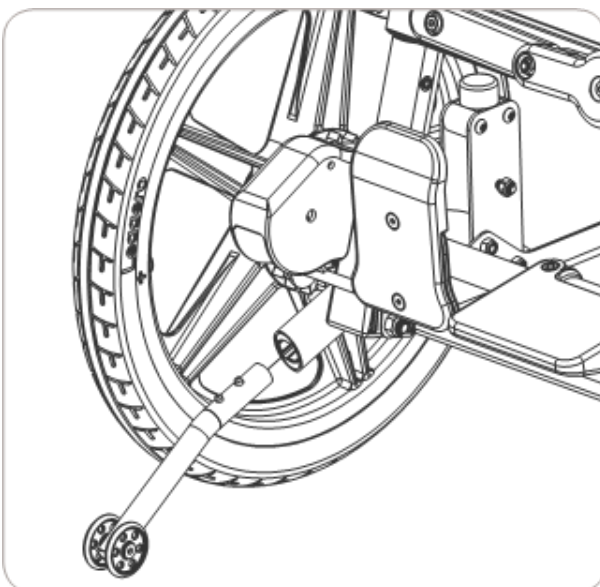

Rysunek 1
3. Zamontować przednie koła samonastawne, zob. Rysunek 1.